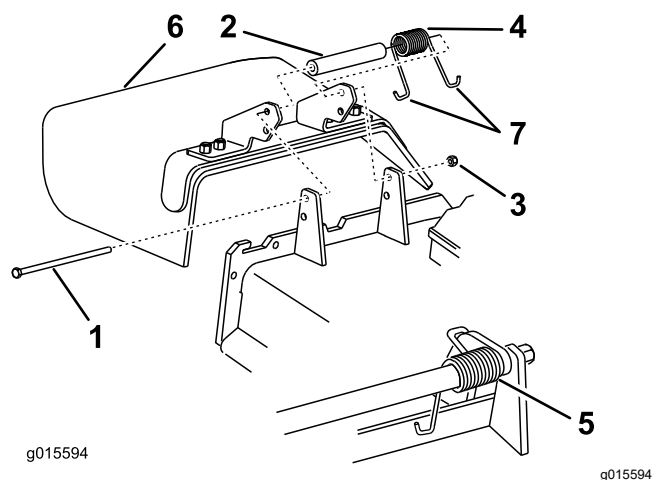

Figura 92
1. Îndepărtați contrapiulia, urubul, arcul și distanțierul care fixează deflectorul pe suporturile pivotante (Figura 92).
2. Îndepărtați deflectorul pentru iarbă deteriorat sau uzat (Figura 92).
Notă: Asigurați-vă că ai montat capătul în formă de J în spatele marginii punii, înainte de a monta urubul conform Figura 92.
6. Amplasati capătul în formă de J al arcului în jurul deflectorului pentru iarbă (Figura 92).